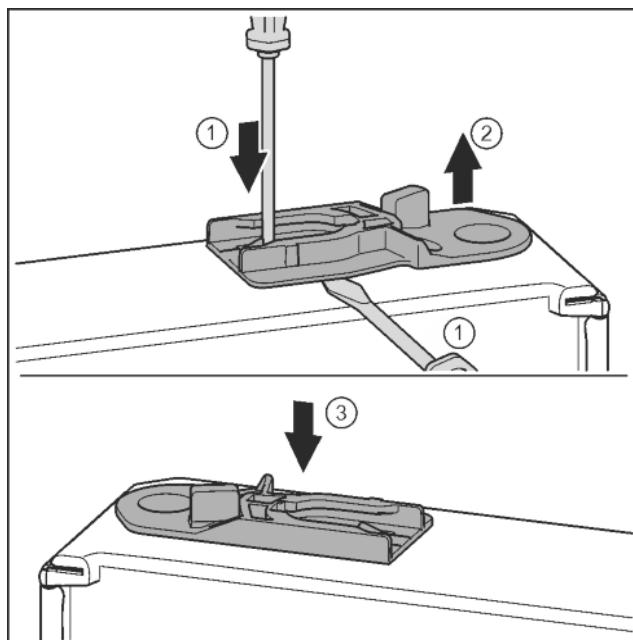

Fig. 28
- Извлечь направляющее гнездо: нажать накладку шлицевой отверткой и одновременно переместить ее шлицевой отверткой под направляющее гнездо. *Fig. 28 (1, 2)*
- Прилагаемое при поставке направляющее гнездоставить на другой стороне корпуса. *Fig. 28 (3)*